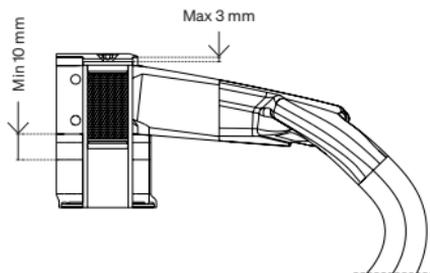

Fig. 5.2.2
- 3 • È possibile montare sopra il manubrio uno spessore di 5 mm, in questo caso assicurarsi che l'expander soddisfi il punto 1 (Fig. 5.2.2).